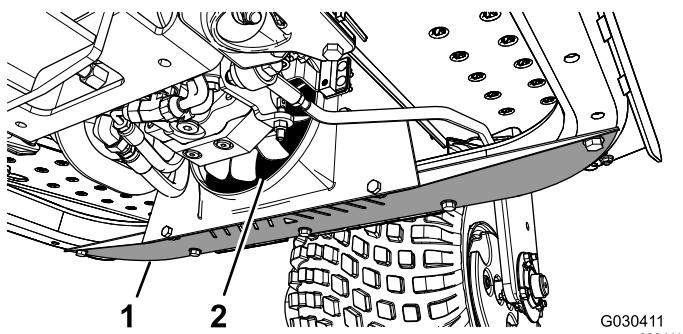

Figure 44
1. Déposez la protection inférieure (Figure 44).
2. À l'aide d'un embout, soufflez de l'air comprimé entre les pales du ventilateur (Figure 44) pour forcer les débris dans la direction opposée à celle où ils sont rentrés.